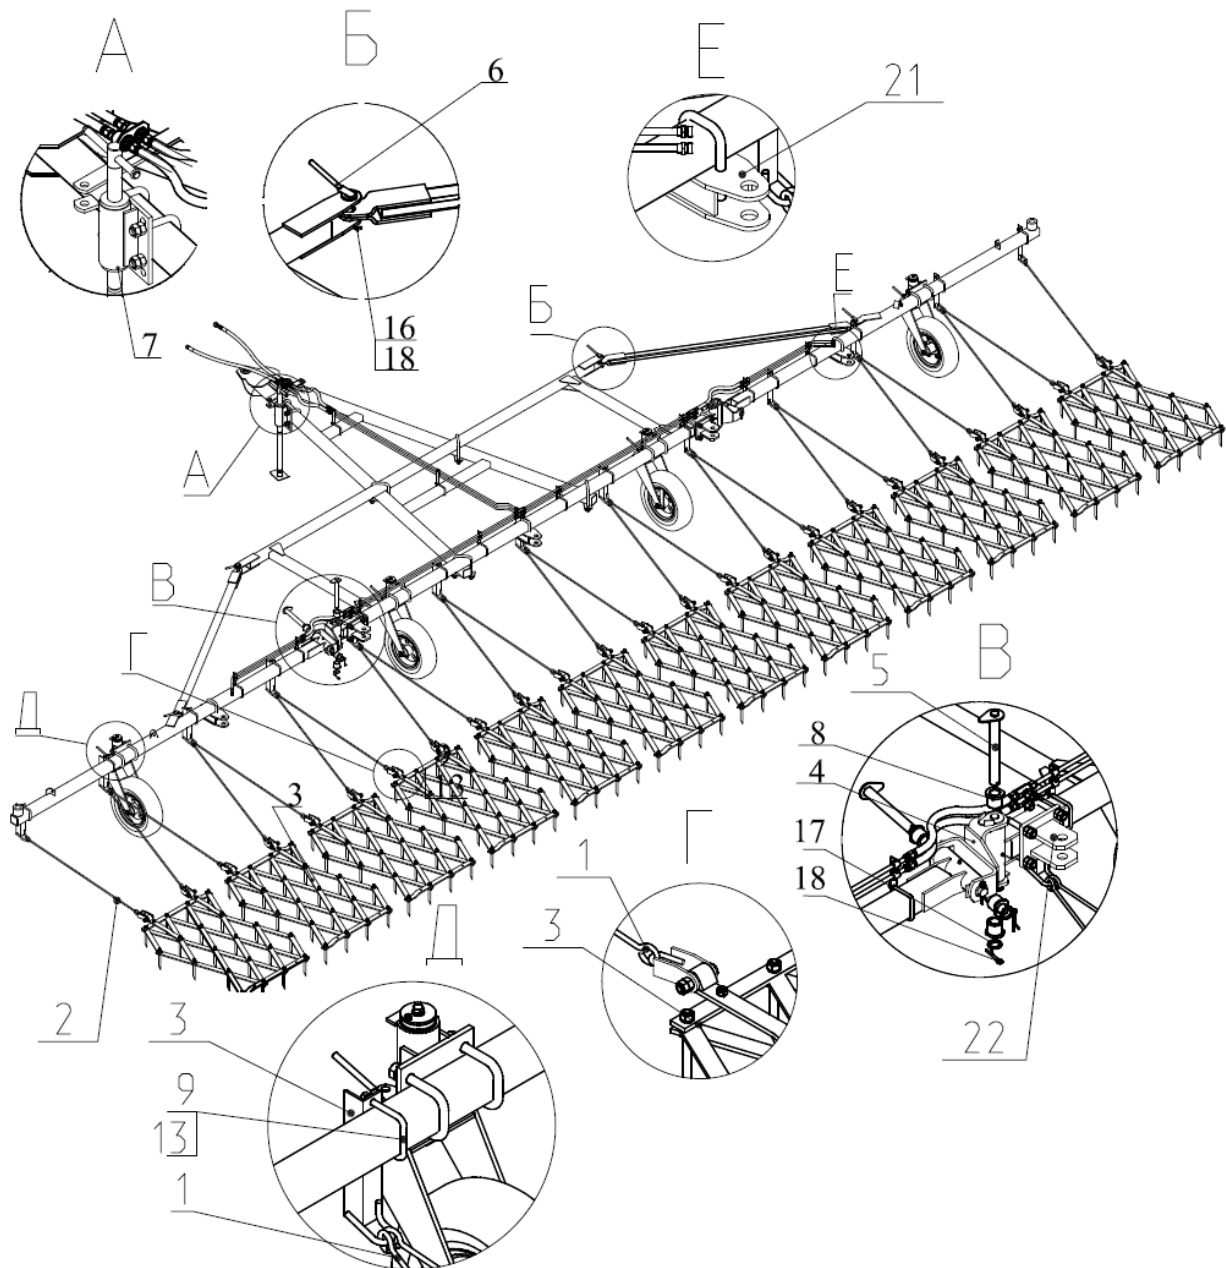

Рис.2 Сцепка в сборе с боронами БЗСС-1.0
2.3 Для присоединения сеялок и культиваторов сцепка комплектуется прицепными серьгами 20, 21 (рис.2), а для присоединения зубовых борон комплектом поводков 1,2 (рис.2). Сохранения горизонтального положения сцепки служит опора 7 (рис.2).